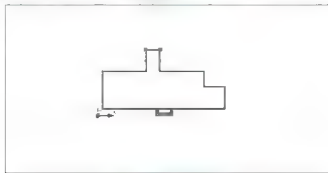

图 6.70 绘制矩形
(2) 启动【矩形】命令（快捷键 REC），绘制如图 6.70 所示的矩形。